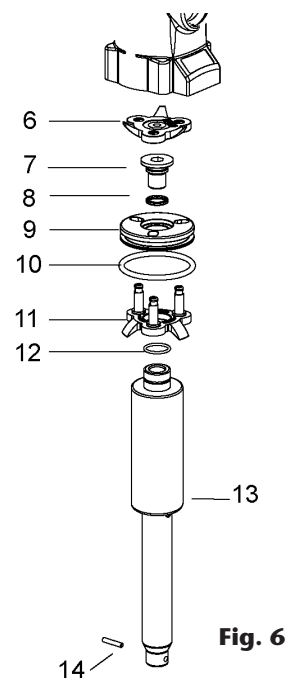

Fig. 6
- Dévissez le tuyau d'aspiration en faisant attention de ne pas endommager le joint torique (24).
- Retirer la broche (14) pour séparer la partie inférieure de la pompe (fig. 6).
- Dévissez les vis (22) et tirer la culasse jusqu'à ce que toutes les parties du corps du moteur d'air soient séparées.
- Remplacer les pièces (18) et (15) si nécessaire.
ENSEMBLE INVERSEUR (Fig. 6)